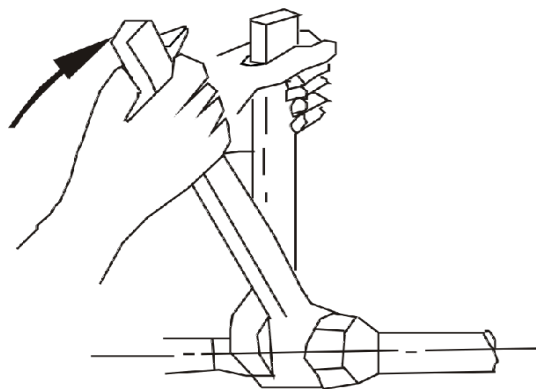

Рисунок 8. Принципова схема прокладання водопровідної труби
- ◆ Під час під'єднання впускної та випускної труб, два трубні ключі мають бути використані для затискання двох частин труби, які мають бути під'єднані, щоб гарантувати, що блок, впускні та випускні труби не обертаються. (Див. Рисунок 8)